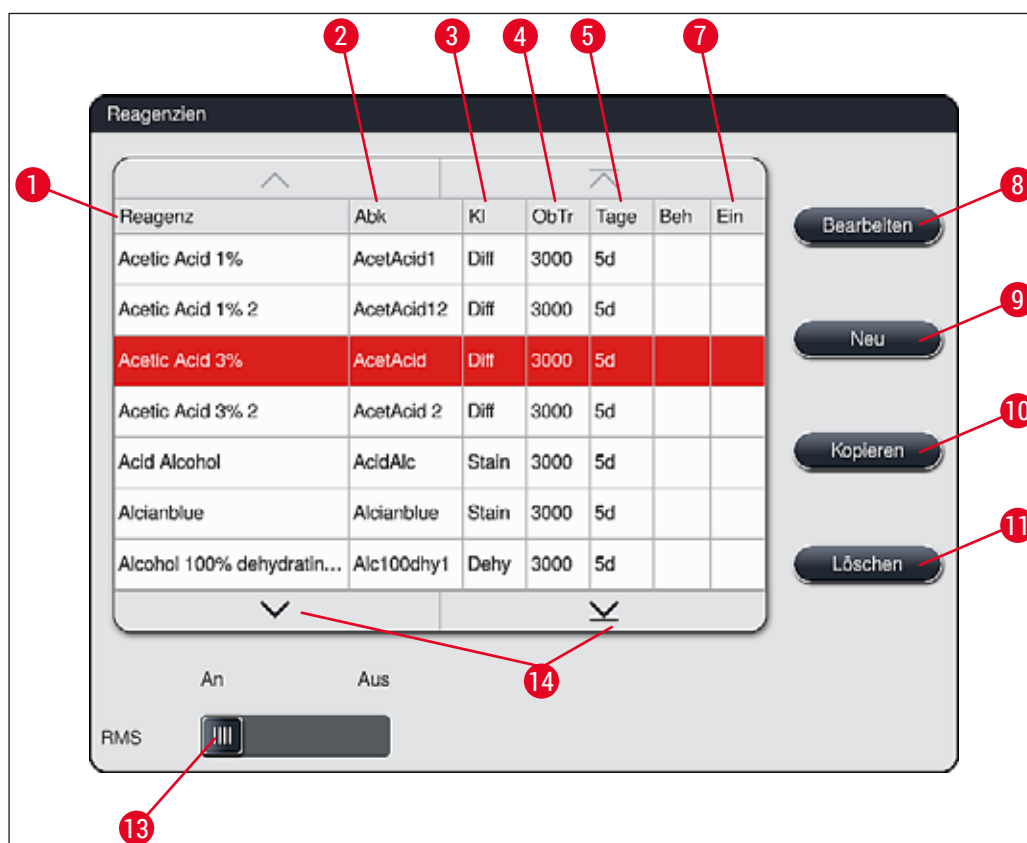

Abb. 36
- Das zu kopierende Reagenz in der Reagenzliste (→ "Abb. 36") durch Antippen markieren und die Taste **Kopieren** (→ "Abb. 36-10") drücken.
- Das zu ändernde Reagenz in der Reagenzliste (→ "Abb. 36") durch Antippen markieren und die Taste **Bearbeiten** (→ "Abb. 36-8") drücken.